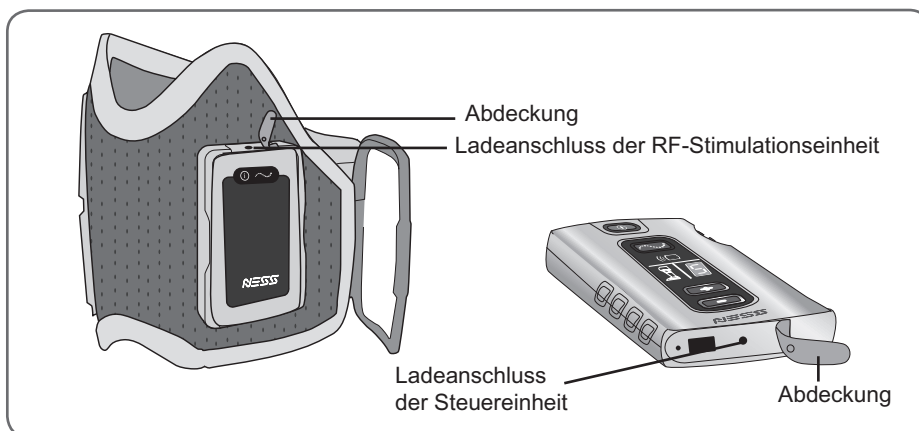

Abbildung 8-1: Ladebuchsen der RF-Stimulationseinheit und der Steuereinheit
2. Öffnen Sie die Abdeckung der Ladebuchsen, die sich unten an der Steuereinheit und oben auf der RF-Stimulationseinheit befinden. (Siehe Abbildung 8-1.)